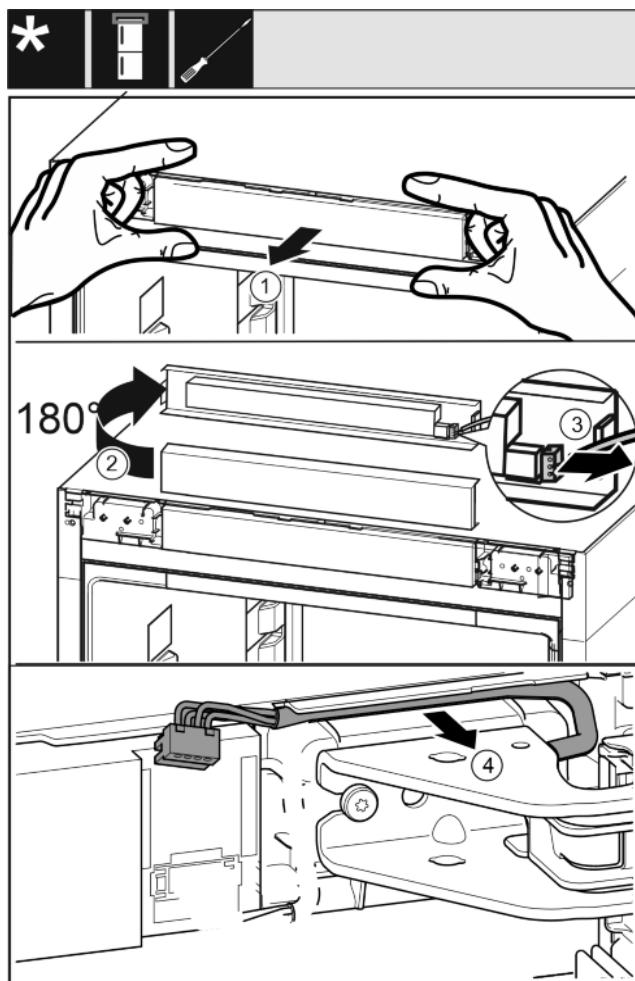

Fig. 15
- ▶ Obslužný kryt zariadenia opatrne uvoľnite dopredu. Fig. 15 (1)
- ▶ Obslužný kryt otočte nahor o 180° . Fig. 15 (2)
- ▶ Výstupok potlačte dozadu a opatrne vytiahnite zástrčku. Fig. 15 (3)
- ▶ Kábel nad ložiskovou konzolou opatrne uvoľnite z vedenia. Fig. 15 (4)